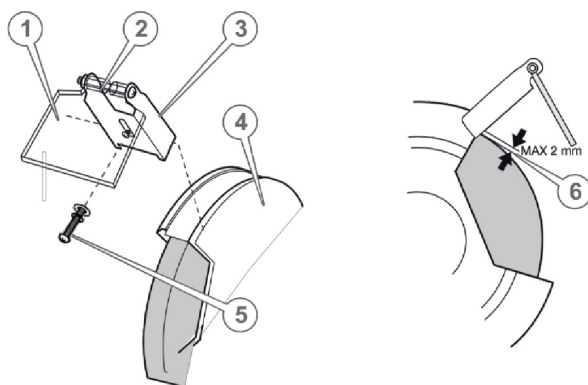

Рисунок 5. Схема встановлення прозорого захисного екрана абразивного круга.
5.1.6 Встановлення захисного екрана та поворотного захисного екрана абразивного круга (рис. 5).